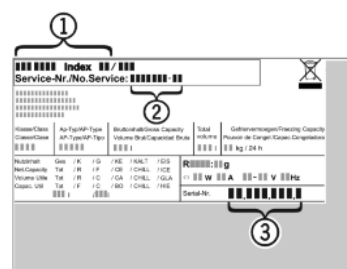

Fig. 3
- ▶ Наименование устройства Fig. 3 (1), сервисный № Fig. 3 (2) и серийный № Fig. 3 (3) считайте с заводской таблички. Заводская табличка находится внутри устройства слева.
- ▶ Обратитесь в сервисную службу и сообщите вид неисправности, наименование устройства *Fig. 3 (1)*, сервисный № *Fig. 3 (2)* и серийный № *Fig. 3 (3)*.